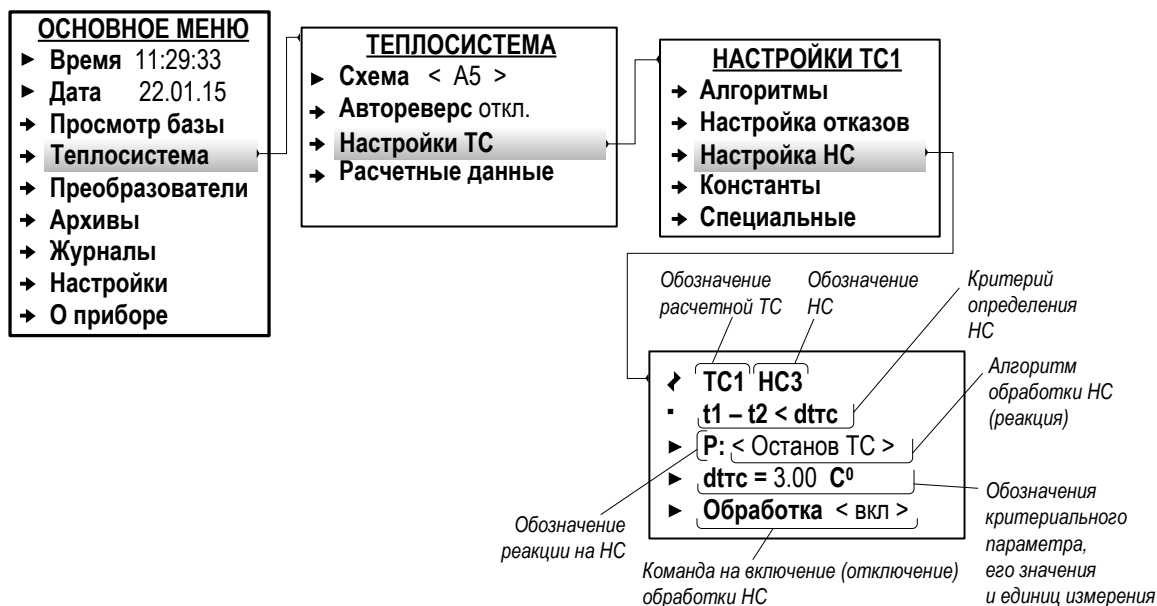

Рис.37. Вид меню настройки обработки НС (режим СЕРВИС).
6.6.3.1. Настройка обработки НС выполняется в меню **Теплосистема / Настройки ТС / Настройка НС** (рис.37).